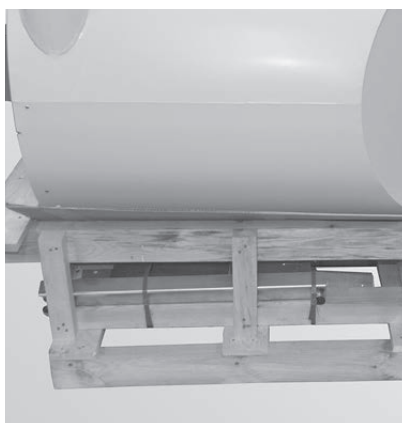

Fig. 178 Prelevare dal pallet i piedi d'appoggio e tutte le altre parti
- ▶ Montare i piedi d'appoggio alla stiva; prelevare dal pallet in basso i piedi d'appoggio, gli elementi di collegamento orizzontali, l'ausilio d'installazione e la copertura – Fig. 178.